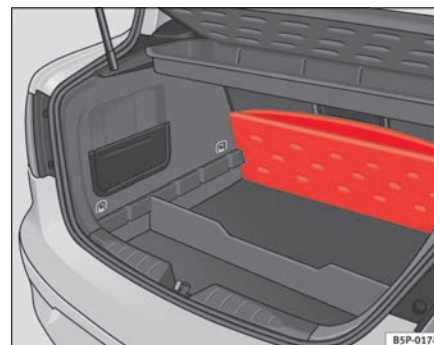

Fig. 105 Tapa maletero plegable
- Levante el piso del maletero y pliéelo hacia atrás, hasta su totalidad ⇒ página 145, fig. 105.